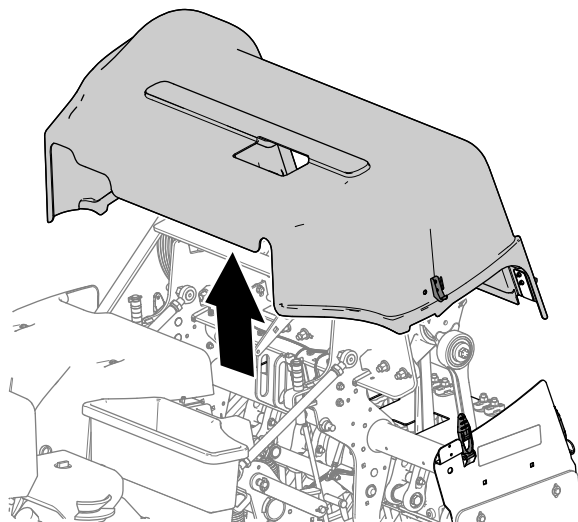

Figura 140
5. Sollevate la copertura della testa di carotaggio dalla macchina (**Figura 140**).